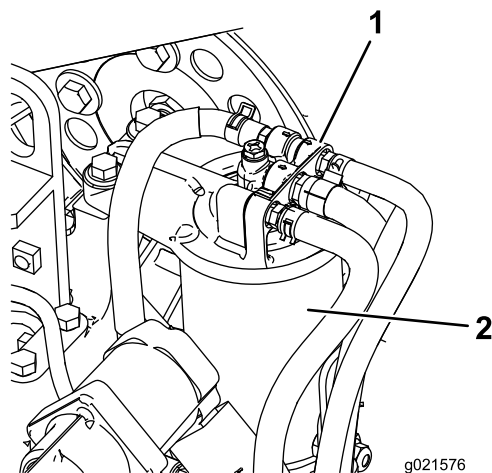

Bild 79
1. Reinigen Sie den Bereich um den Kraftstofffilterkopf (Bild 79).
2. Entfernen Sie den Filter und reinigen Sie die Befestigungsoberfläche des Filterkopfes (Bild 79).